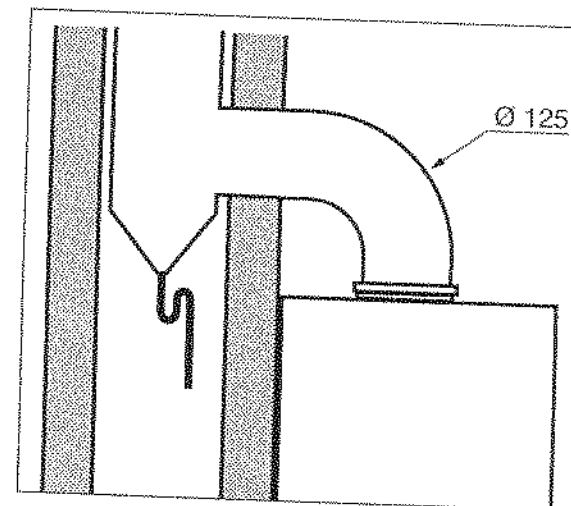

Fig. 7
## Evacuation de gaz brûlés (fig. 7)
- Le raccordement est prévu pour emboîtement du tuyau ou du coude à l'intérieur de la buse de sortie de l'antirefouleur de la chaudière (voir fig. 7 page 10).